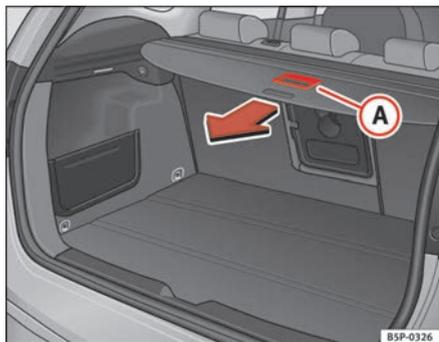

Abb. 124 Betätigung der Ablage
- Ziehen Sie die Ablage am Griff (A) nach hinten, bis Sie ein „Klick“ hören ⇒ Abb. 124.